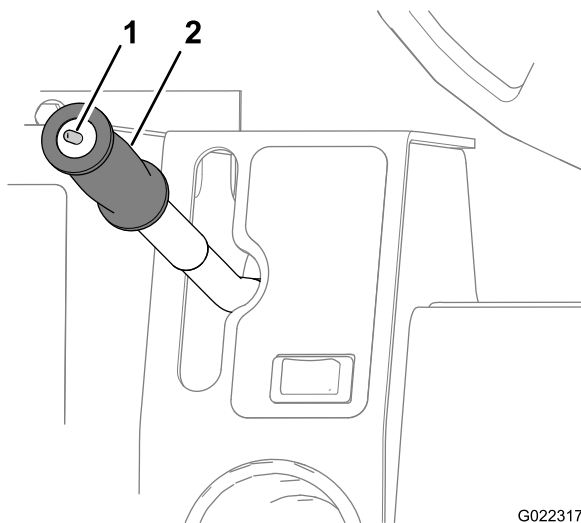

Figure 26
Ce commutateur (Figure 26) contrôle le mode de fonctionnement du groupe hydraulique et comporte 2 positions : Transport et Travail. Sélectionnez la position correspondant au mode opérationnel requis. Tirez le bouton du commutateur vers l'arrière (vers vous) pour sélectionner le mode vitesse de travail (W), ou poussez le bouton de l'interrupteur vers l'avant (en l'éloignant de vous) pour le mode vitesse de transport (T).